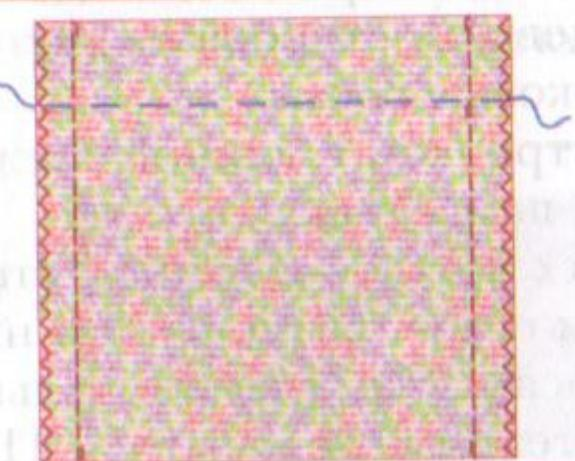

Рис. 115 Обработка боковых срезов юбки
4. Стачайте второй боковой шов строчкой с длиной стежка 2,5 мм от нижнего среза до линии сгиба, размеченной ниткой. Выполните закрепку. Оставшуюся часть (участок цельнокроенного пояса-кулиски) стачайте стежками 4 мм (рис. 115). Ширина шва 15 мм.